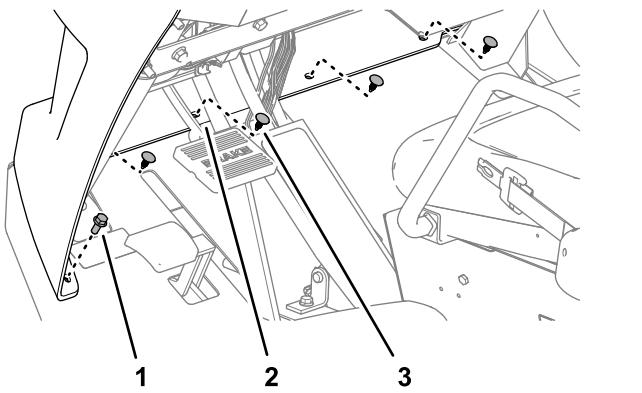

**Bild 140**
2. Befestigen Sie die Motorhaube mit zwei Eindrückbefestigungen an der Armaturenbrettstütze (Bild 140).
3. Befestigen Sie die Haube mit vier Kreuzschlitzschrauben (1/4" x 1") an der Armaturenbrettstütze (**Bild 140**).